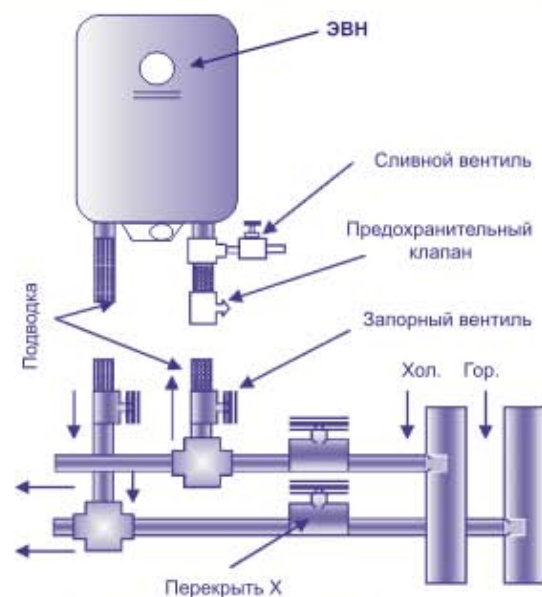

Рис. 1. Схема подключения ЭВН к водопроводу
5.2. При срабатывании датчика защитного термостата (второй порог защиты от перегрева) прекращается подача электроэнергии к ТЭНу. Для возврата ЭВН в рабочее состояние необходимо нажать кнопку защиты на термостате (рис.1) до щелчка.
### 6.2. Подключение к системе водоснабжения (рис.1).
Для проведения ТО и удобства слива воды из ЭВН необходимо предусмотреть установку сливного вентиля в соответствии с рис.1.